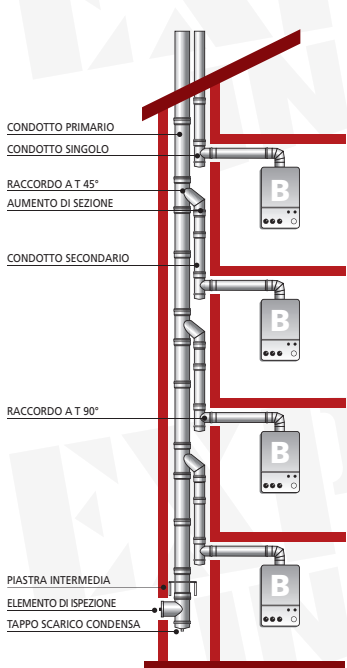
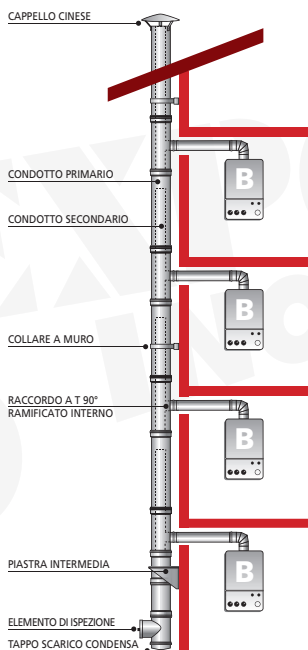

FIGURA 10A
FIGURA 10B
7.1.2. SCHEMA DI MONTAGGIO PER CANNE FUMARIE COLLETTIVE ASSERVITE AD APPARECCHI DI TIPO B (figura 10A e figura 10B)
- Inserire il raccordo a T che permette di collegare il canale da fumo al camino: in funzione della tipologia dell'impianto prevista dal progettista, dovrà essere installato un raccordo a T 90° o inclinato a 45° (**figura 10A**) oppure di tipo coassiale (**figura 10B**).